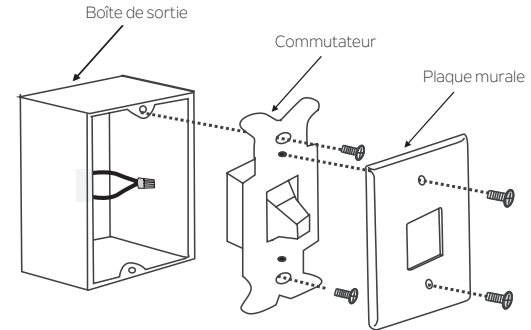

Fig. 25
Étape 1. Retirez la plaque murale existante et l'ancien interrupteur de la prise murale. Filez les fils NOIR (chauds) ensemble et repoussez-les à l'intérieur du boîtier de sortie. (Fig. 25)